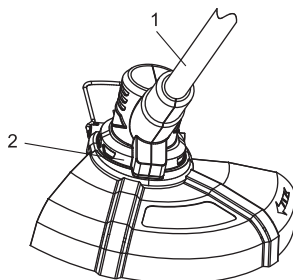

Fig. 7
1. Saisir le manche télescopique (1) d'une main (Fig.7).